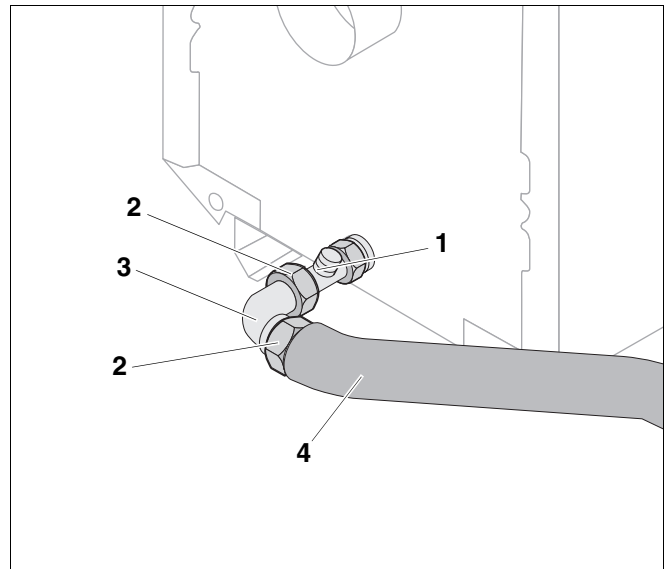

Fig. 4 Montar o esquadro na caldeira de aquecimento
- ▶ Colocar a vedação (fig. 4, [2]) na porca de aperto do esquadro (fig. 4, [3]) e aparafusar na peça em T (fig. 4, [1]).
- ▶ Colocar a vedação (fig. 4, [2]) na porca de aperto da mangueira flexível curta revestida a metal (fig. 4, [4]) e aparafusar no esquadro (fig. 4, [3]).
- ▶ Colocar a mangueira flexível revestida a metal (fig. 4, [4]) na direcção da ligação do retorno do acumulador de aquecimento de água e pré-moldar em conformidade.